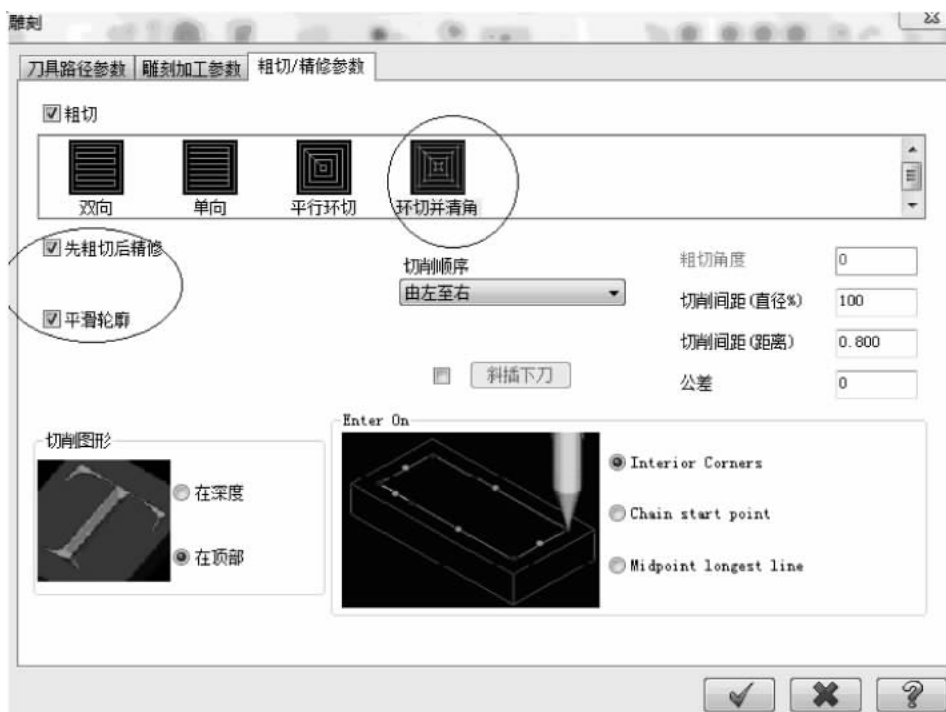

图 5-175 粗切/精修参数
(9) 在“粗切/精修参数”选项卡中,设置粗/精加工参数,如图 5-175 所示。